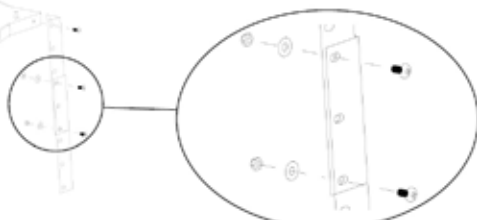

Fig. 18
- Ajustar a altura da coifa conforme a necessidade, utilizando as cantoneiras sobrepostas, cada uma com 4 parafusos, arruela e porca (fig. 18).
A sobreposição das cantoneiras não poderá ser inferior a 100 mm (fig. 18).